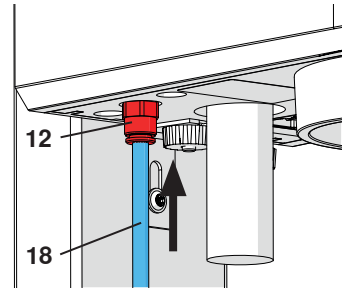

图 5-a
! 在以前的机器里，输入滤清器 (13) 是设置在机器外面的 (图5-b)。在这些情况下，将压缩空气软管 (18) 推到输入滤清器 (13) 上。插到尽头时会有轻微的阻力。“切勿在没有输入滤清器的情况下操作机器！”